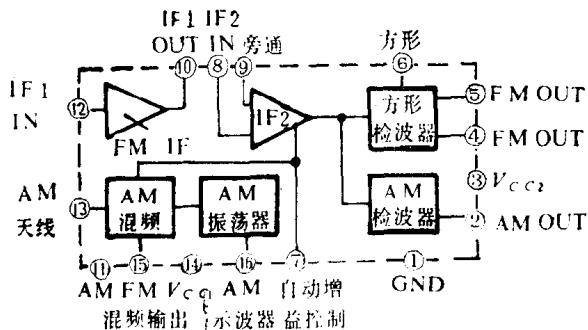

图1 康艺8080-2S收音部分框图
波、自动增益控制各级。也包括第一中放、第二中放、鉴频器及自动频率微调各级，其方框图如图1所示。TA7604构成锁相环立体声解码器。根据故障现象分析，则可能有：(1) 转换开关S2~5接触不良，造成收音机前级供电中断；(2) TA7614内部调频第二中放管损坏，使调频、调幅中频均不能通过。测S2~5接触良好，测TA7614时，⑤、⑧、⑨、⑩、⑫脚均无电压，而TA7614正常各脚电压如表1所示。